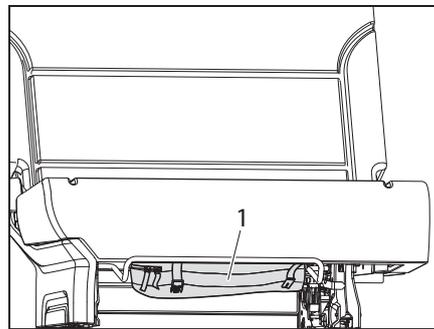

Bild 96 Bordwerkzeugtasche unter der Sitzbank
- ▷ Das Werkzeug für den Reifenwechsel befindet sich in der Bordwerkzeugtasche (Bild 96,1) unter der Sitzbank.